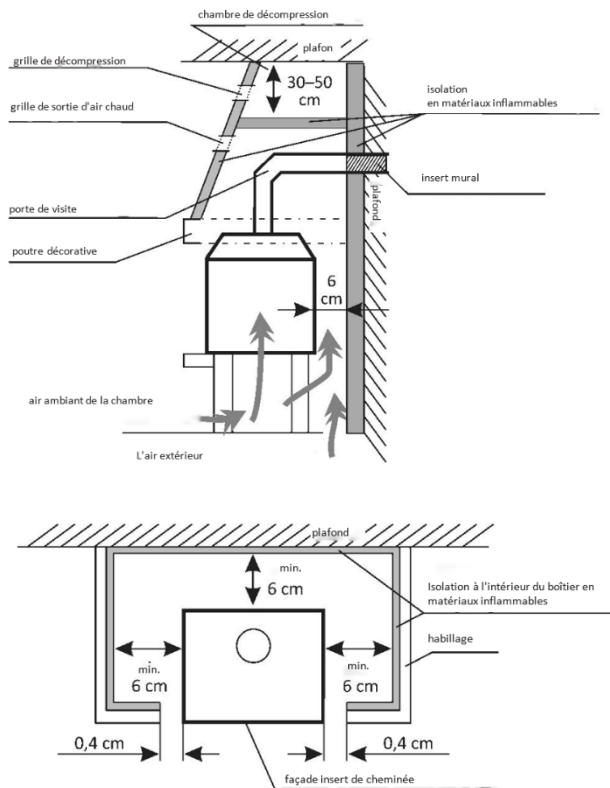

Fig. 3. Exemple d'installation d'inserts de cheminée - vue de dessus et de côté
- permettre la convection d'air entre les parois de l'insert et les parois de l'habillage. Pour ce faire, un espace d'au moins 6 cm doit être laissé entre l'isolation du revêtement en matériaux incombustibles et les nervures du four de cheminée. 6 cm (fig.3.)